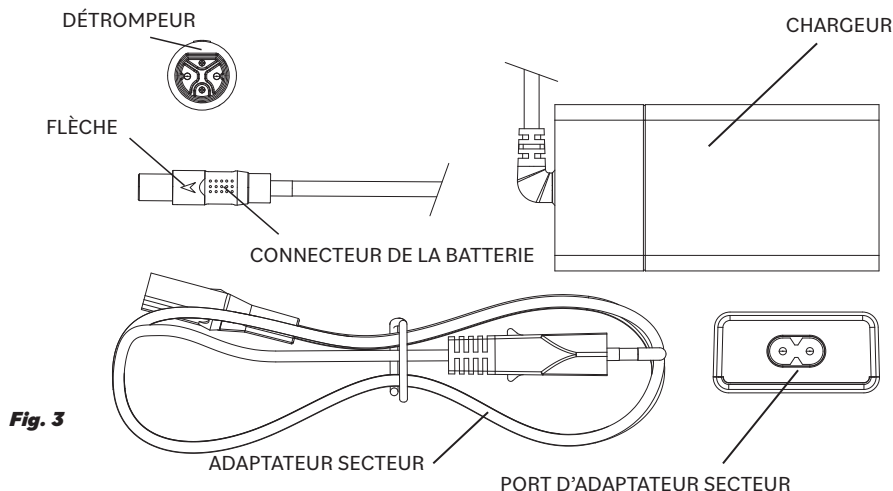

Fig. 3
Placez la batterie et le chargeur sur une surface plane, où ils ne peuvent pas être heurtés ou endommagés et qui est non inflammable. Branchez l'adaptateur secteur sur le port du chargeur (fig. 3). Vous devez utiliser un adaptateur secteur adapté au pays dans lequel vous trouvez.
Le câble du connecteur de la batterie comporte un détrompeur (fig. 3) qui doit être alignée sur le talon correspondant au bas du port du connecteur sur la batterie. Tordez doucement le connecteur jusqu'à ce que le détrompeur soit aligné et poussez fermement mais délicatement le connecteur sur la batterie.
1. Branchez l'adaptateur secteur sur le chargeur (fig.3)
2. Branchez l'adaptateur secteur sur le secteur (fig.3)
- 4 Avant de ranger l'appareil, retirez l'adaptateur secteur du chargeur (fig.3).